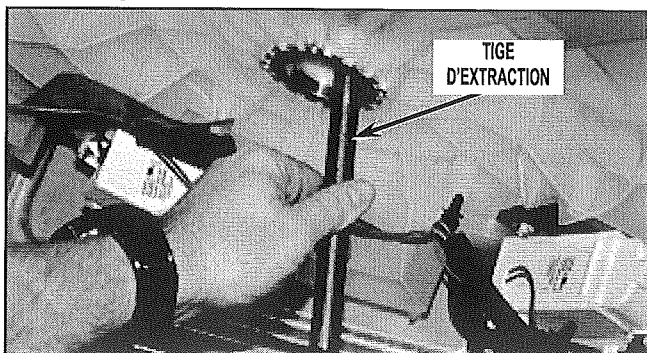

FIGURE 10
14. Faire basculer la laveuse vers l'arrière sur les tuyaux flexibles et sortir le roulement supérieur à l'aide de la tige d'extraction et du marteau. Mettre toutes les pièces au rebut. Voir Figure 10.